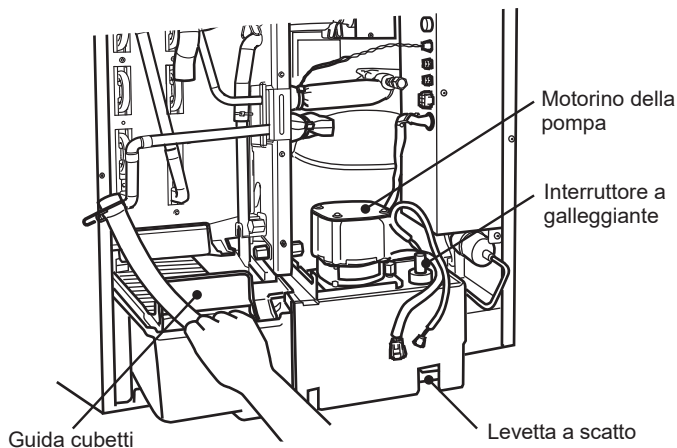

Fig. 4
- 5) Rimuovere il serbatoio dell'acqua, la guida cubetti, la staffa del motorino della pompa, il motorino della pompa e l'interruttore a galleggiante. Vedere Fig. 4.